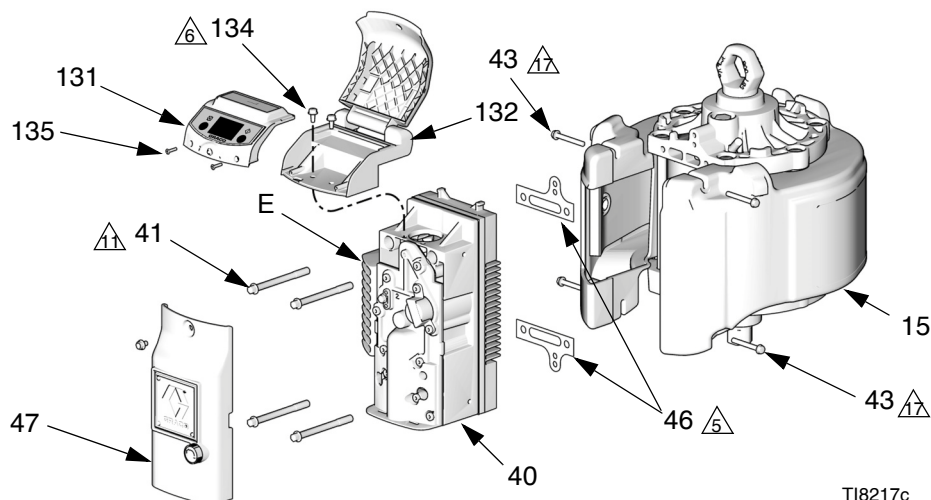

Рис. 9. Снятие воздушного клапана (на иллюстрации представлен двигатель с модулем DataTrak)
4. См. Рис. 9. Снимите наружную крышку (47) клапана.
7. См. Рис. 9, стр. 21. Нанесите смазку на прокладки (46) и убедитесь в том, что они находятся на одной линии с отверстиями в задней части воздушного клапана (40). Установите воздушный клапан. Затяните винты (41) с усилием 27,1 Н•м (20 футофунтов). Затяните винты (43) рукой, затем подожмите их к шумоглушителю (15).